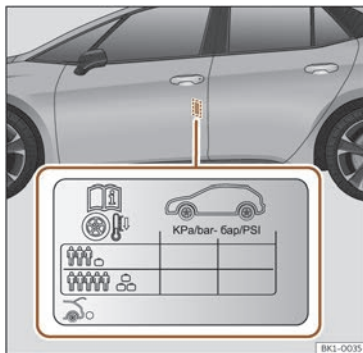

Fig. 195 Emplacement de l'autocollant de gonflage des pneus.
- Adaptez la pression des pneus en fonction de la charge transportée par le véhicule >>> **fig. 195.**
Les valeurs de pression de gonflage figurent sur l'autocollant situé sur la face arrière du cadre de la portière avant gauche >>> **fig. 195.**
Adaptez la pression de gonflage des pneus à la charge du véhicule. Si le véhicule est chargé au maximum, vous devez augmenter la pression de gonflage jusqu'à la valeur maximale de charge indiquée sur l'autocollant >>> **fig. 195.**
Dans le cas de la roue de secours de taille réduite (125/70 R16 ou 125/70 R18), la gonfler à une pression de 4,2 bar comme indiqué sur l'autocollant de pression des pneus >>> **fig. 195.**
- Le conducteur est responsable de la pression correcte de tous les pneus de son véhicule. La pression de gonflage recommandée est indiquée sur un autocollant >>> fig. 195.
- Avec les pneus à froid, la pression devra toujours être celle indiquée sur l'autocollant >>> fig. 195.